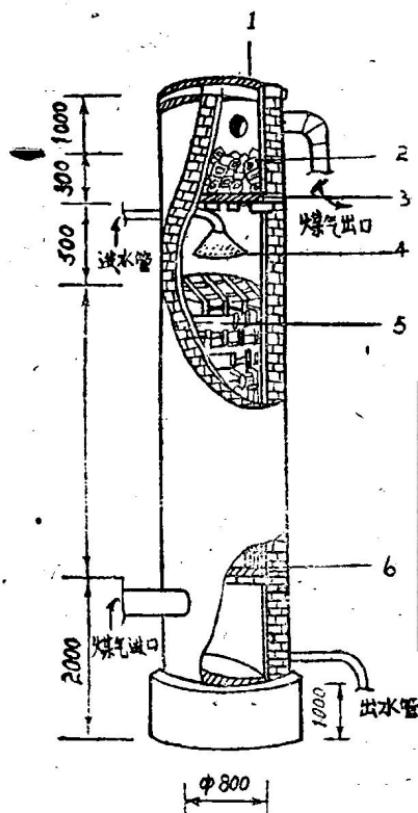

图 4 吸收塔（水洗塔）示意图
2. 塔 水洗塔和氨吸收塔也采用普通粘土砖砌筑，考慮到风力要稳定，塔基必須在地平面一米以下，塔的結構尺寸如图4所示。